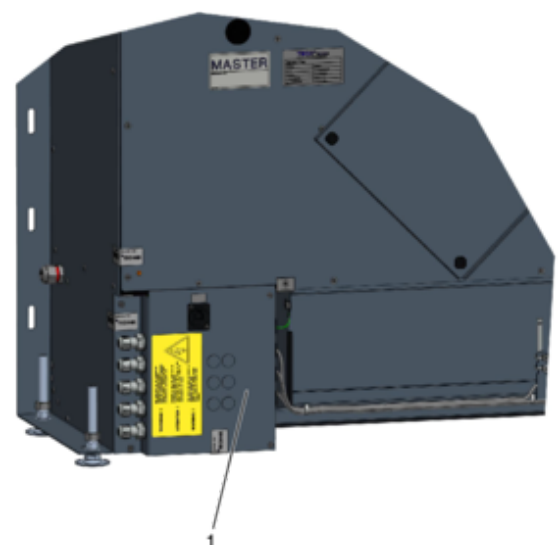

Abb. 6: Revisionsdeckel Regelung
1. ▶ Den Revisionsdeckel der Regelung (Abb. 6 / 1) durch Lösen der Schrauben demontieren.